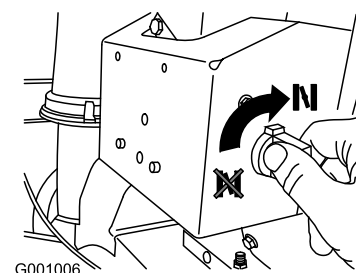

Рисунок 27
4. Поверните заслонку в положение Choke (Заслонка) (Рисунок 27).